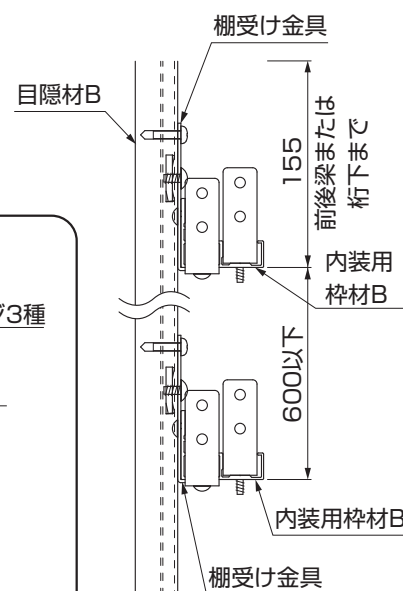

図4-3 内装用枠材Bの取付け高さ
- 内装用枠材Bは取付けピッチを600mm以下にしてください。(図4-3参照)
- ⑤ 棚受け金具取付用裏板を、目隠材Bの溝に入れて、内装用枠材Bを【44-4】でしっかりと固定してください。